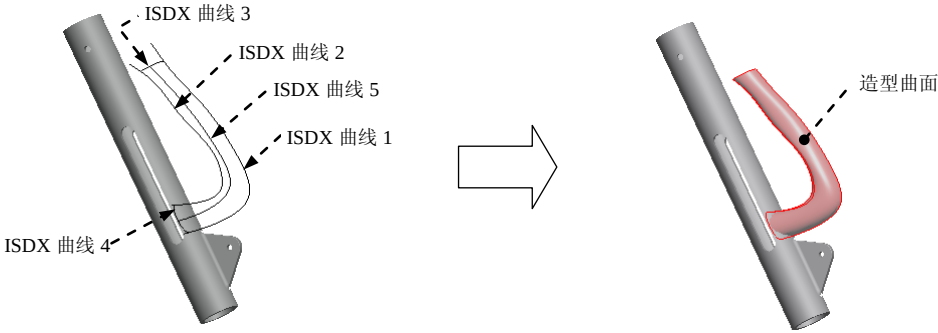

图 8.9.30 创建造型曲面
(6) 完成编辑后，单击工具栏中的  按钮，然后单击操控板中的按钮 .
Step7. 创建图 8.9.30 所示的造型曲面。
(1) 单击 **样式** 功能选项卡 **曲面** 区域中的“曲面”按钮 .
(2) 选取边界曲线。在图 8.9.30 中，选取 ISDX 曲线 1，然后按住键盘上的 Ctrl 键，分别选取 ISDX 曲线 3、ISDX 曲线 2 和 ISDX 曲线 4，此时系统便以这四条 ISDX 曲线为边界形成一个 ISDX 曲面。
(3) 在“造型：曲面”操控板的“参考”界面中单击 **内部** 下面的区域，然后选取 ISDX 曲线 5，这样 ISDX 曲线 5 便成为 ISDX 曲面的内部控制曲线。